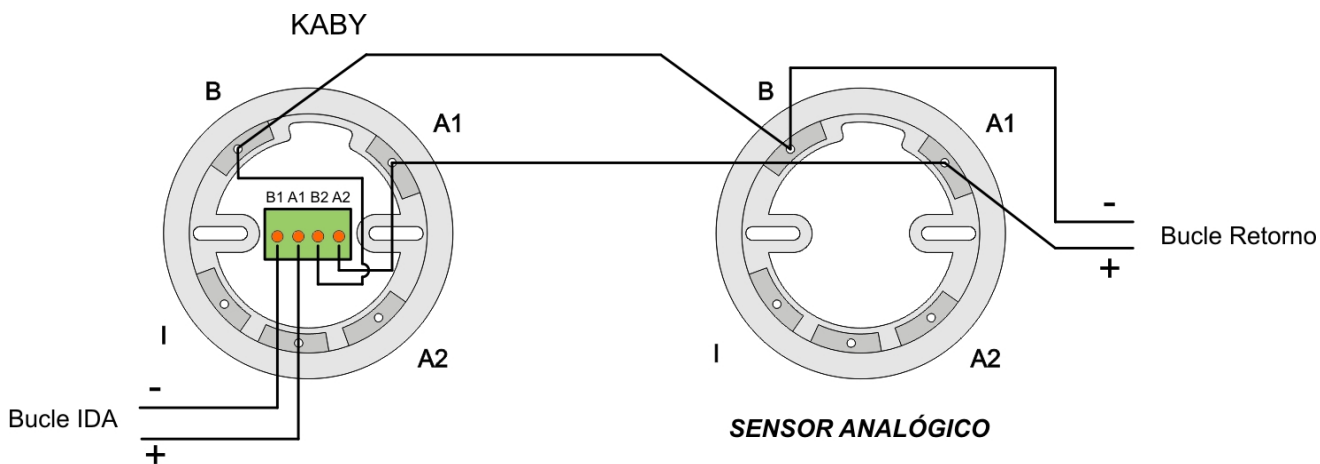

Figura 7. Esquema de conexionado KABY
El conexionado se realizará según la figura 7.
**IMPORTANTE:** Se debe respetar la polaridad en el KABY según se indica en la figura 7.